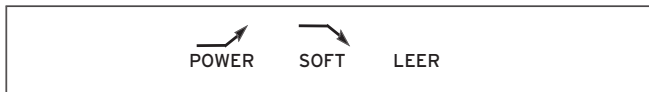

Abb. 7.26 Konfiguration des Displays der POWER/SOFT-Funktion.
- Drücken Sie die Taste POWER/SOFT. Mit jedem Drücken ändert sich die Konfiguration des Displays, siehe Abbildung 7.26.